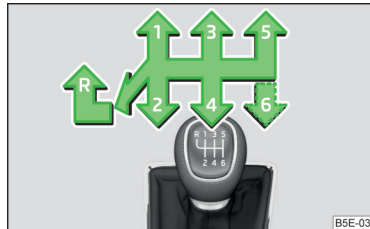

Fig. 148
Le schéma des rapports illustre chaque rapport sur le levier de vitesses » fig. 148.
- Enclenchez le levier de vitesses entièrement vers la gauche, puis vers l'avant en position **R** » fig. 148.